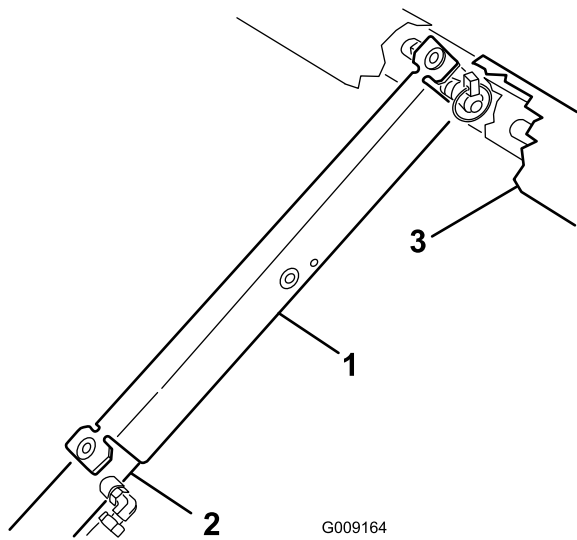

Figure 13
3. Poussez la béquille de sécurité sur la tige du vérin et appuyez bien les pattes d'extrémités contre l'extrémité du corps du vérin et l'extrémité de la tige du vérin (Figure 13).